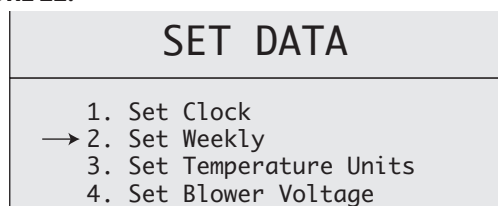

Figure 22 : Menu Set Data
1. Tenir la touche **ENTRÉE** (11, Fig. 17) enfoncée (11, Fig. 17) jusqu'à ce que le menu « **SET DATA** » (configuration de données) s'affiche à l'écran. Utiliser la touche de **DÉFILEMENT BAS** pour sélectionner (10, Fig. 17) « **SET WEEKLY** » (réglage hebdomadaire). Appuyer sur **ENTRÉE**. L'écran de configuration du **calendrier hebdomadaire** s'affiche. **VOIR FIGURE 22.**